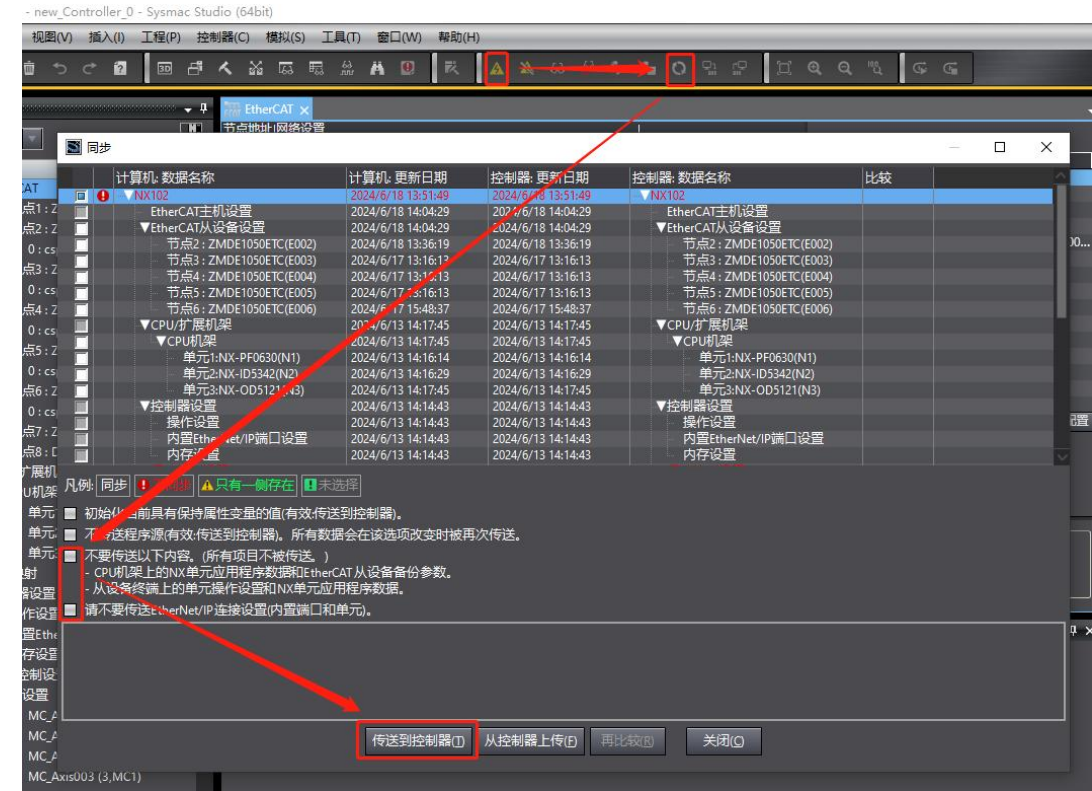

图 4.4 同步 PLC 配置信息
(4) 同步 PLC 配置信息。点击菜单栏的“在线”，再点击“同步”，同步界面取消勾选“EtherCAT 从设备备份参数”和“EtherNet/IP 连接设置”选项，点击“传送到控制器”，如下图 4.4 所示，等待传送完成。